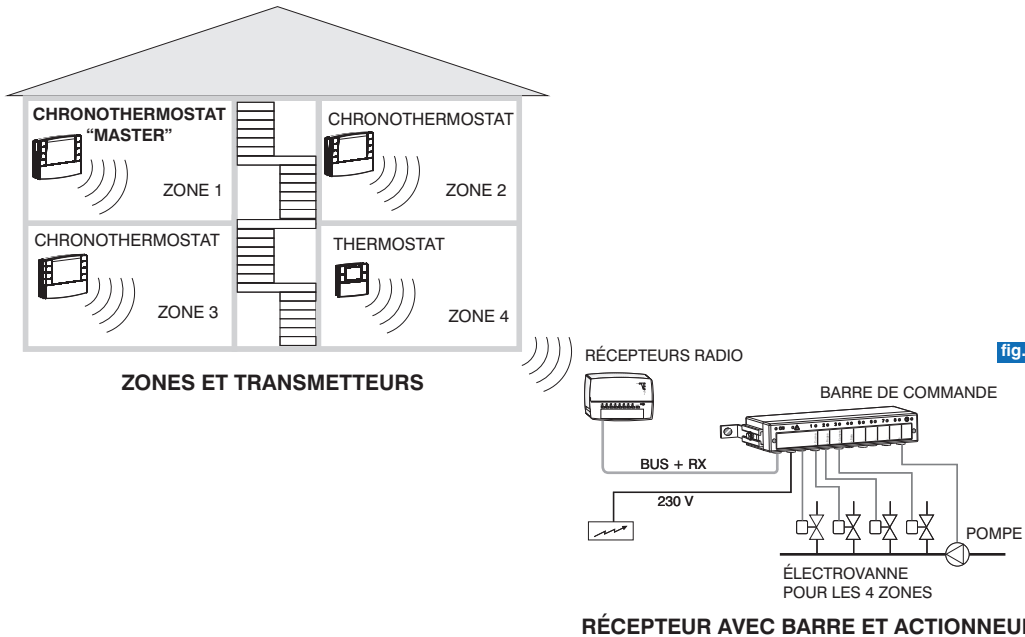

fig. 81
- Exemple: chronothermostat avec Master dans une installation à 4 zones (exemple sur la fig. 81).